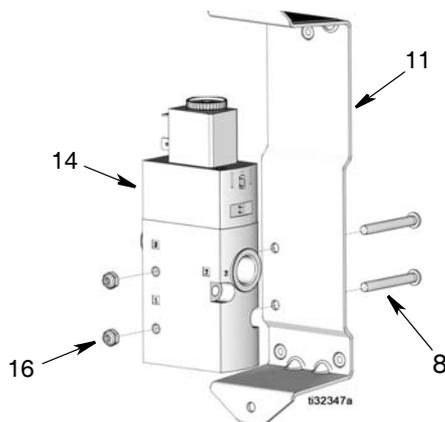

ABB. 29
2. Magnetventil (14) mit Halterung (11) ausrichten. Zwei Schrauben (8) und Muttern (16) wie in ABB. 29 abgebildet anbringen, um das Magnetventil (14) an der Halterung (11) befestigen. Ziehen Sie die Muttern gut fest.